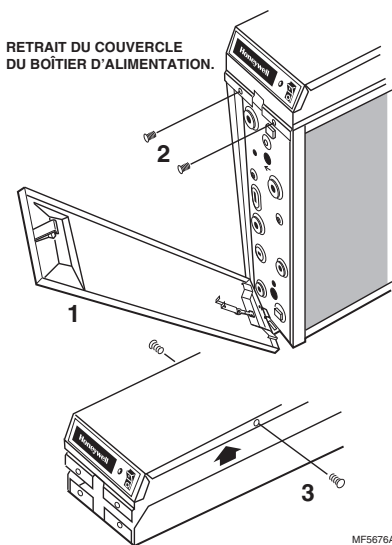

Fig. 1. Retrait du couvercle du boîtier d'alimentation.
- Ouvrir la porte d'accès. Voir la Fig. 1.